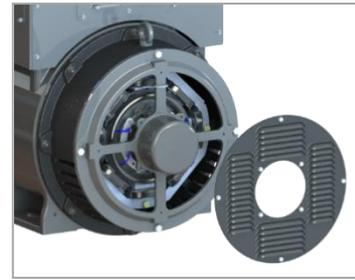

Figura 14.40: Instalación de la tapa veneciana
- 8) Instalar la tapa veneciana, fijándola a través de los 8 tornillos sextavados M6 con torque de 8 a 10 Nm, conforme la Figura 14.40.